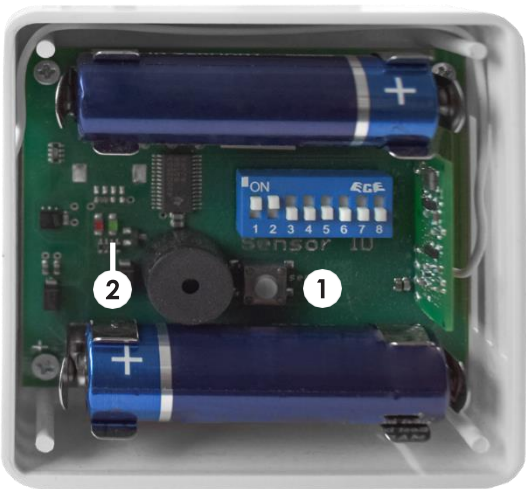

Abb. 3.4.3: Funktionsfähigkeit prüfen
- Den Funkfeuchtesender auf Funktionsfähigkeit überprüfen. Dazu den Knopf (Abb. 3.4.3/1) drücken.
- + Wenn die LED (Abb. 3.4.3/2) kurz aufleuchtet, ist der Funkfeuchtesender betriebsbereit. Wenn der Funkfeuchtesender im Betrieb einen kurzen Signalton in regelmäßigen Abständen abgibt, Batterien erneuern.